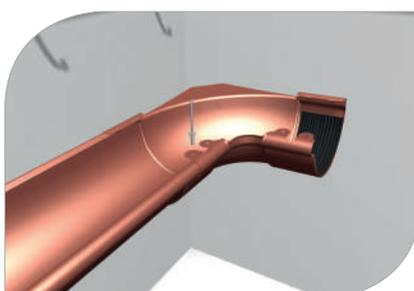

рис. 14
- 3.7 Углы с прокладками Galeco STAL устанавливаются непосредственно на желоб с помощью системы монтажа на скобы или болты **(рис. 14, 15, 16, 17)**